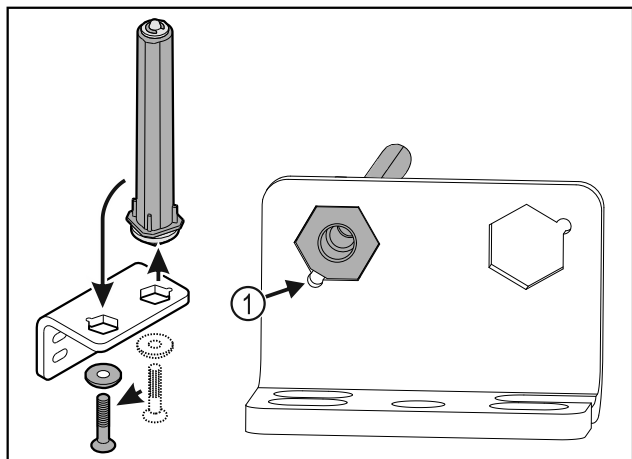

Fig. 38
- Se till att bultens fasning Fig. 38 (1) är vänd mot det runda hålet vid isättningen.